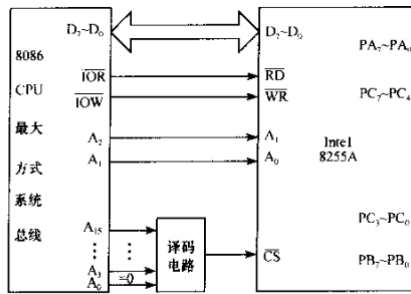

图 10.13 8086 最大方式系统总线与 8255A 的连接框图
- 注意，上图10.13的译码电路少了IOR和IOW，应该加上（否则存储器和IO的数据打架）